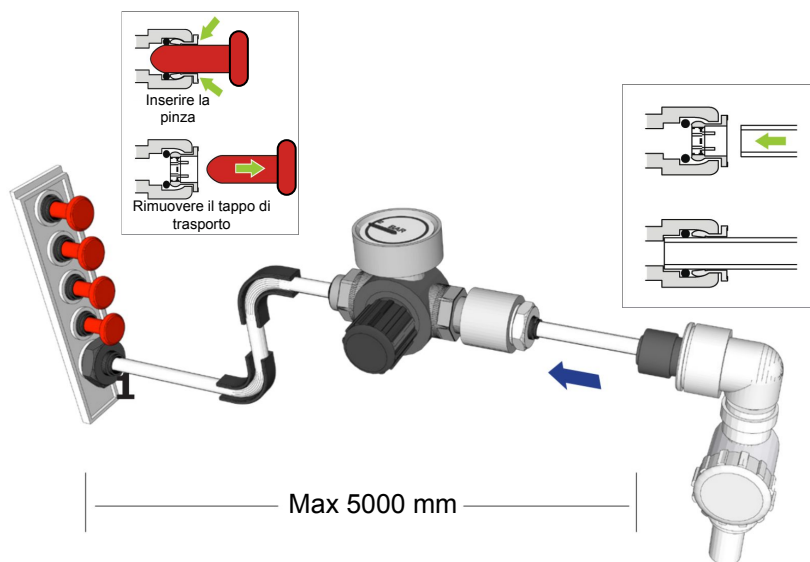

Fig. 1
2. COLLEGARE il tubo dal regolatore di pressione LA512 al riduttore di flusso da 8 mm (alimentazione acqua potabile) (Fig. 1)